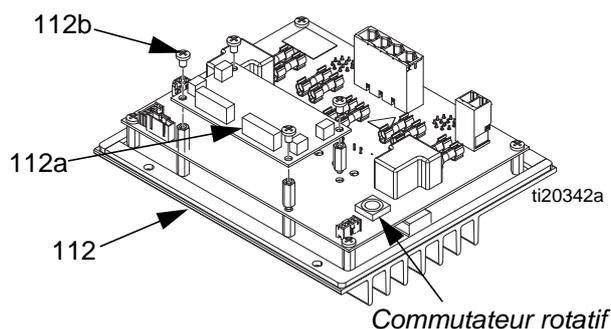

FIG. 43
- Retirer la porte frontale d'accès au boîtier électrique (10).
- Débrancher les connecteurs électriques du tuyau chauffé du MZLP (112).
- Noter l'emplacement de chaque câble, puis débrancher tous les câbles du MZLP (112) qui doit être remplacé. Voir FIG. 43.
- Sur le MZLP avec carte mémoire, tourner le commutateur rotatif du MZLP vers la position 1. Sur le MZLP sans carte mémoire, tourner le commutateur rotatif du MZLP vers la position 2. Voir la FIG. 43 pour l'emplacement du commutateur rotatif.
- Utiliser les quatre vis (114) pour installer le MZLP (112) sur le boîtier électrique (1).
- Raccorder de nouveau les câbles au MZLP (112).
- Installer la porte frontale d'accès au boîtier électrique (10).
- Noter l'emplacement de chaque câble, puis débrancher tous les câbles de la carte mémoire (112a) du MZLP. Voir FIG. 43.
- Retirer les quatre vis de fixation (112b) de la carte mémoire (112a) et les mettre de côté. Voir FIG. 43.